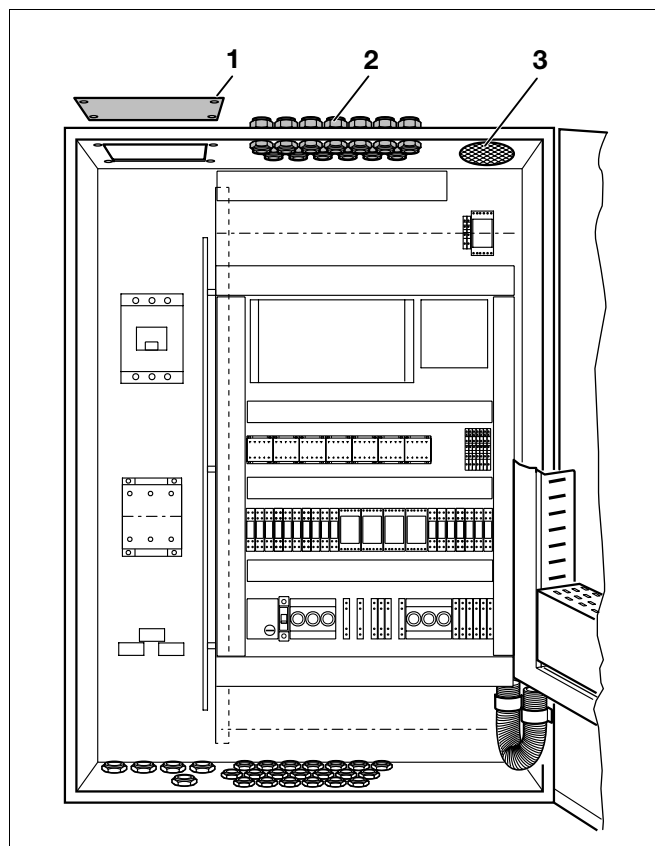

Рис. 12 Подвод кабеля к электрощиту модуля блок-ТЭС
- Снять крышку (рис. 12, поз. 1) и установить кабельный ввод заказчика для прокладки силового кабеля.
- Подвести присоединительные кабели через кабельные вводы в верхней части модуля (рис. 12, поз. 2).
Экспликация к рис. 12